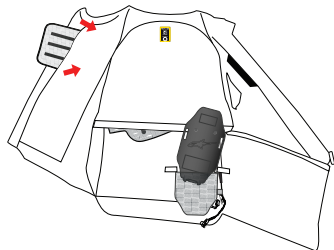

Figure 15
5. En ce qui concerne la partie avant de l'airbag qui recouvre la zone de la poitrine, ouvrez l'attache, détachez les pièces auto-agrippantes placées à l'avant et à l'arrière de l'airbag. Enfin, retirez l'airbag à travers l'ouverture présente au-dessus de la manche droite (Figure 15).